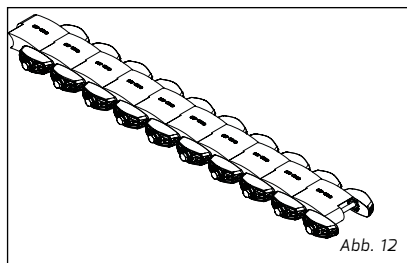

Abb. 12
► Komplett montierte Gliederkette zur weiteren Montage (siehe Abb.: 12).